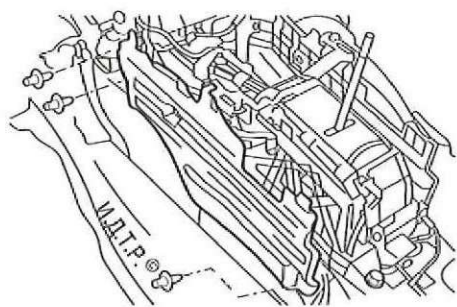

Рис. 6.20. Крепление держателя коврика салона
22. Извлеките три фиксатора (рис. 6.20) и снимите держатель коврика салона.